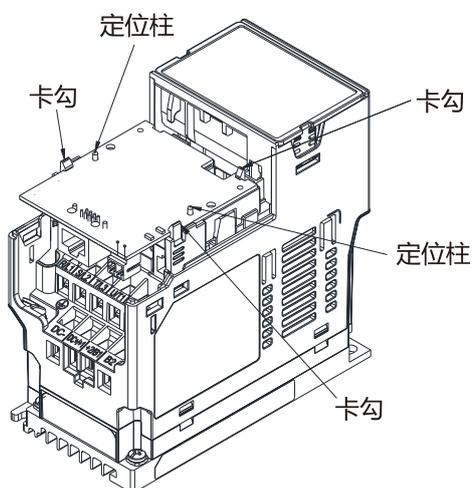

图 8-11
5. 组装配件卡：先将配件卡的端子台朝下，接着再将配件卡上的两个圆孔对准定位柱后下压，让三个卡钩卡住配件卡，如图 8-11 所示。